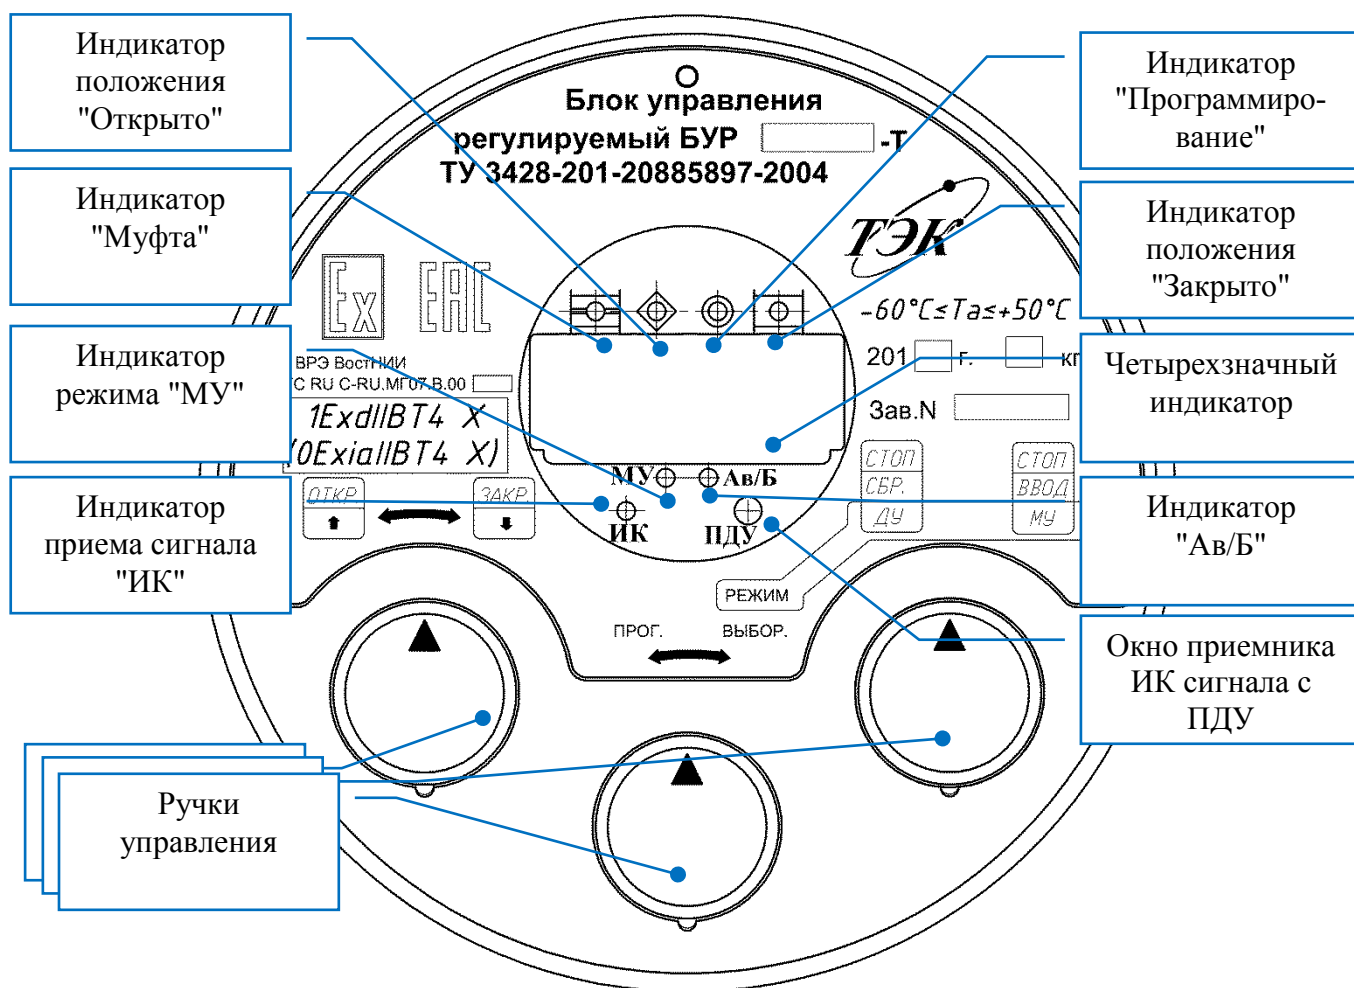

Рисунок 2 – Ручки управления и индикаторы ПМУ
- о параметрах электропривода на четырехзначный индикатор (см. рисунок 2).